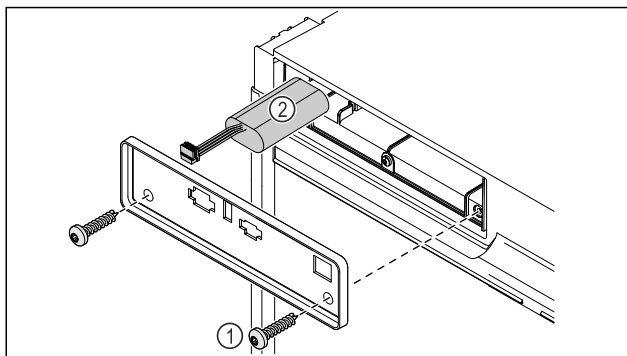

Fig. 189
- Schrauben herausdrehen und Abdeckung auf der Rückseite des Gerätes entfernen Fig. 189 (1).
- Batterie abstecken und herausnehmen Fig. 189 (2).